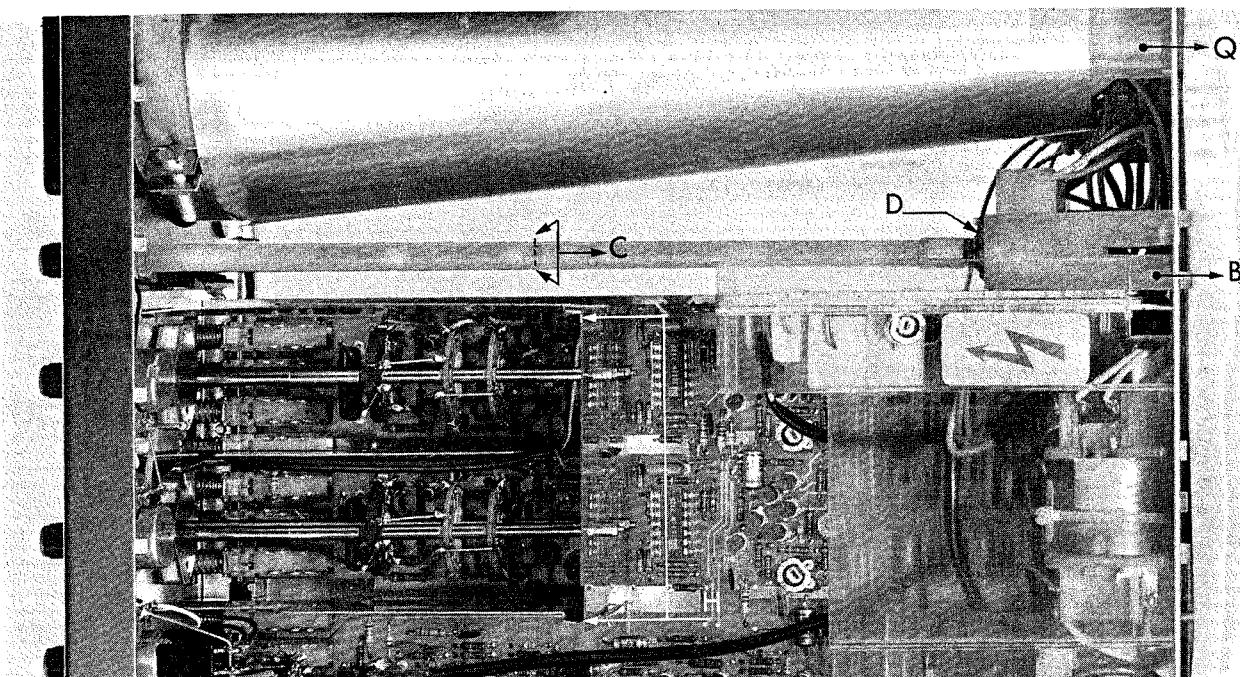

Fig. 2.6. Démontage
- Fier sauter les étriers plastique B (Fig. 2.6.) par les trous du panneau arrière.
- Tourner et tirer simultanément l'axe C (Fig. 2.6.) jusqu'à ce son extrémité soit aligné avec le trou (comme une clé).
- Dévisser l'écrou hexagonal D (Fig. 2.6.) afin de déposer le potentiomètre.
- Déboîter les plaquettes latérales de blindage de l'atténuateur en enfonçant la plaquette arrière (H) sur le flanc supérieur (voir Fig. 2.6.).
- Fair sauter les deux cosses nylon Q (voir Fig. 2.6.) arrière du tube, vers l'intérieur et tout en prenant une attention particulière à l'écran mumétal faire passer le t.r.c. par le panneau avant suffisamment que pour permettre la dépose du connecteur de base (pousser sur l'étrier nylon le cas échéant).